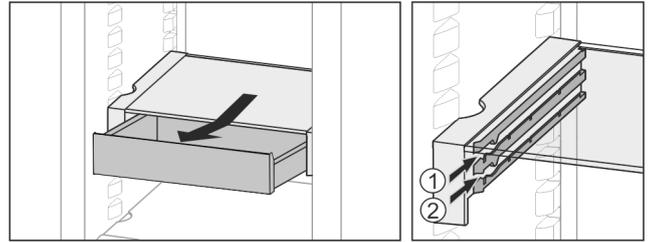

Fig. 35
- Insértelo a la altura deseada Fig. 35 (1) o Fig. 35 (2).